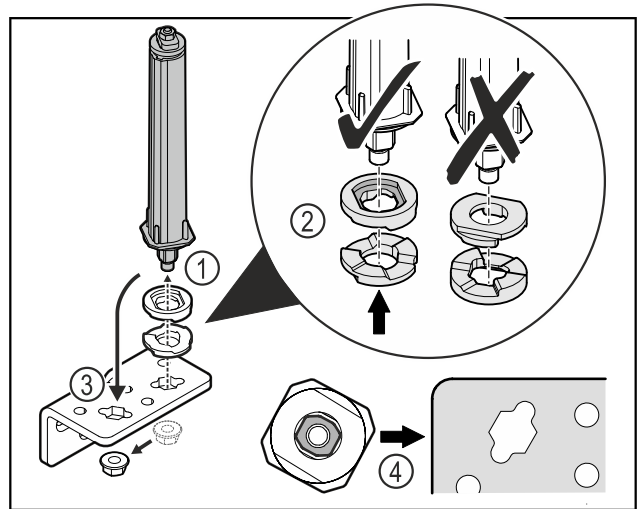

Fig. 36
- ▶ Mutter lösen und Türschließsystem entfernen Fig. 36 (1).
- ▶ Auf die korrekte Ausrichtung der Höhenverstellerscheiben achten Fig. 36 (2).
- ▶ Türschließsystem im Scharnierwinkel umsetzen und mit der Mutter fixieren Fig. 36 (3).
- ▶ Beim Einsetzen auf die korrekte Ausrichtung des Türschließsystems achten Fig. 36 (4).